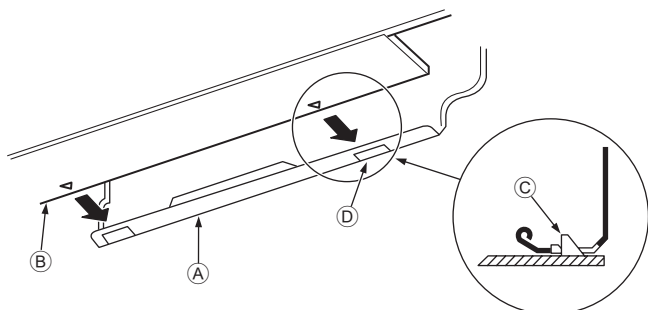

Fig. 3-15
3. Вставляючи трубу холодоагенту та дренажний шланг у пробитий в стіні отвір (гільзу-проходку для стіни), підвісьте верх внутрішнього блока на монтажну плату ①.
5. Закріпіть внутрішній блок, штовхаючи його нижню частину в монтажну плату ①. (Fig. 3-15).